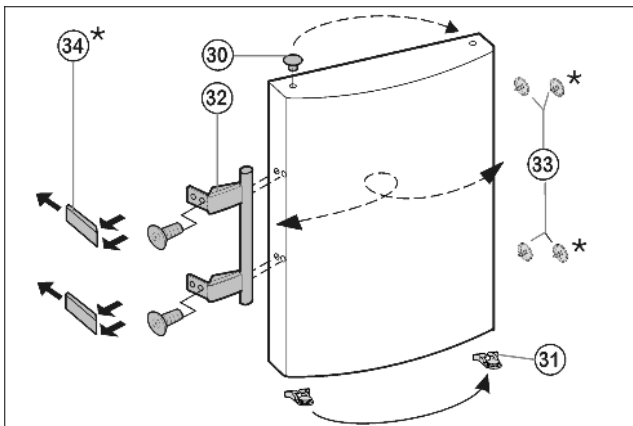

Fig. 8
- ▶ Til de stop *Fig. 8 (33)* uit de deurlagerbus en plaats hem om.
- ▶ Deurgreep *Fig. 8 (32)*, stoppen *Fig. 8 (33)* en drukplaatjes* *Fig. 8 (34)* verwijderen en aan de andere kant aanbrengen.